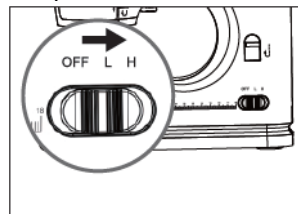

Fig.9
6. Stikalo prestavite na položaj počasna ali hitra hitrost in stroj bo samodejno začel šivati. Za začetnike priporočamo počasnejšo hitrost (Fig. 9).